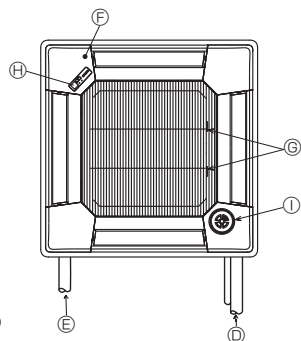

Fig. 9-9
9.5. Anbringung des Ansauggitters (Fig. 9-9)